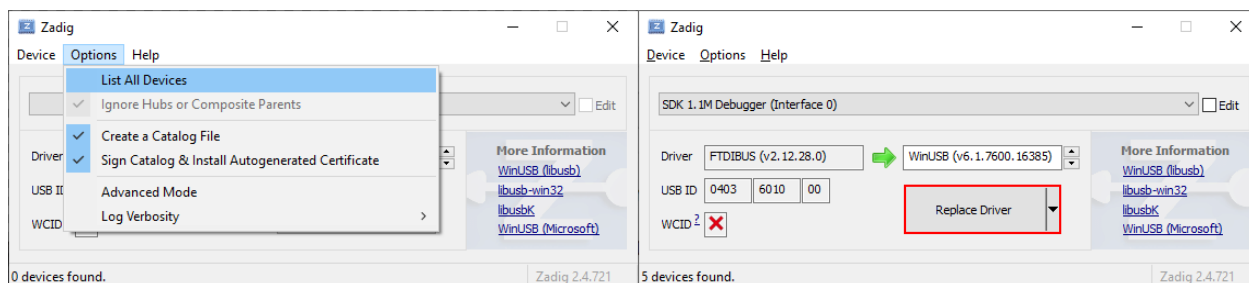

Рис. 8. Процесс установки драйвера
3. Во вкладке Options выбрать List All Devices (рисунок 8);
5. Выбрать драйвер WinUSB и нажать кнопку установки (рисунок 8).